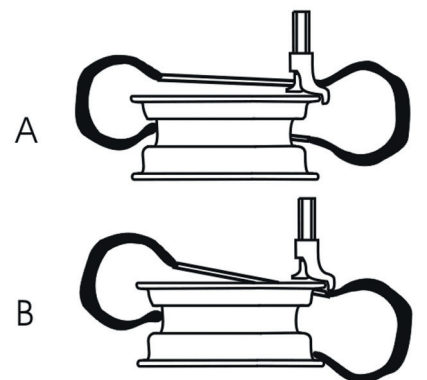

Bild 23
- Drücken Sie den mittleren Teil des Reifens nach unten. Drücken Sie das Pedal L um die Drehscheibe im Uhrzeigersinn zu drehen, so dass der untere Reifenwulst vollständig in die Felgenrinne rutscht (Bild 23).